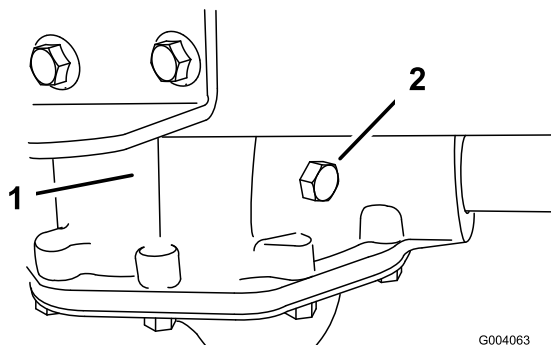

Figura 34
2. Tire a cavilha reguladora do eixo de transmissão (Figura 34).